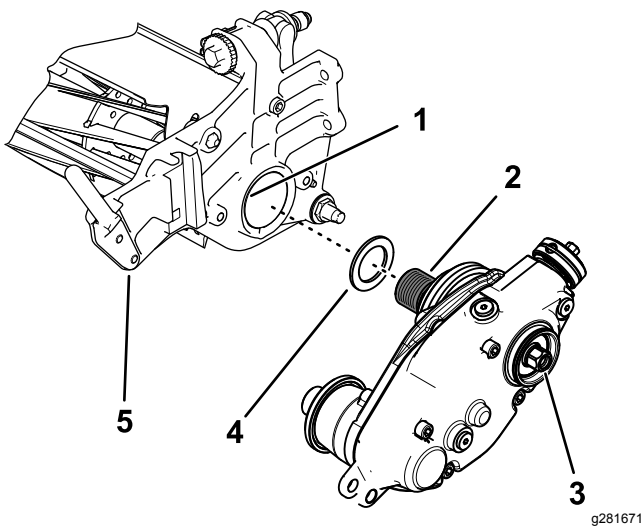

图 7
2. 将填隙垫圈安装到滚刀适配器的螺纹上图 7。
4. 将疏草刀驱动箱添加到滚刀轴上图 7。
6. 在固定滚刀的同时上紧驱动箱轴六角头的扭矩至 135 150N·m 请参阅图 7。